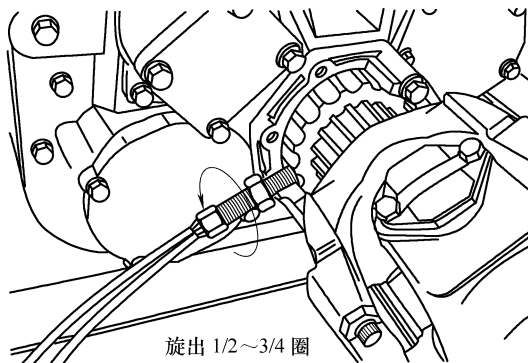

图 4-70 将 VSS 旋出 $1/2 \sim 3/4$ 圈
- ② 将 VSS 旋出 $1/2 \sim 3/4$ 圈，如图 4-70 所示。